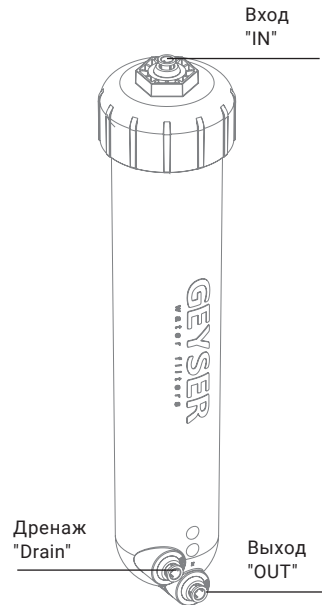

Рис. 28
7. Подключите трубки к корпусу мембраны (см. раздел «Присоединение трубок» (стр. 9)), соблюдая последовательность их подключения к корпусу (вход – «IN»/выход – «OUT»/дренаж – «Drain») (рис. 28). Каждую стопорную клипсу зафиксируйте на цанге, с которой она была снята.